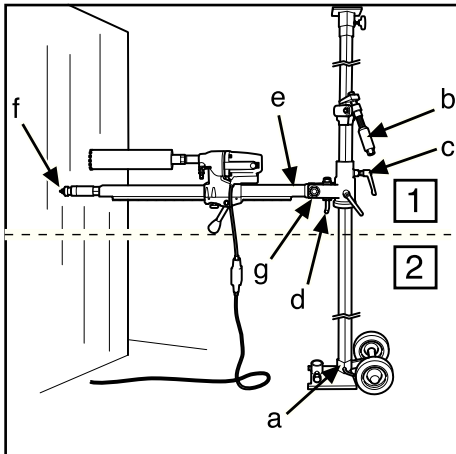
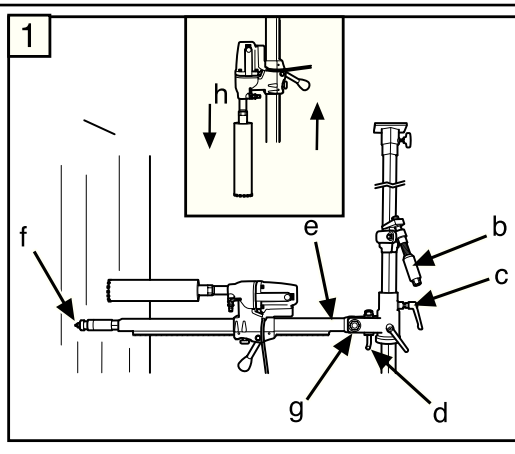

Рис.3
Рис.4
2. Разместите опорную плиту у стены на расстоянии длины сверлильной колонки, винт штатива должен быть ввинчен. Для бурения на высоте до 1.5 м внешняя труба опорной колонки должна быть снизу, а для бурения выше 1.5 м от пола опорную колонку переверните. Убедитесь, что опорная колонка зажата в опорной плите зажимным болтом (A) (рис. 3, 5).
3. Разожмите опорную колонку в потолок, выбрав для зажима ближайшее отверстие во внутренней трубе. Зафиксируйте положение, вращая рукоятку (B) и винт в торце ключом на 24 мм. Не зажимайте слишком сильно.
4. Ослабьте зажим (C) и поверните сверлильную колонку. Отпустите ручку (D) и наклоните колонку
5. Установите мотор (DMS160) на сверлильную колонку (Рис. 4) (H).
6. Установите сверлильную колонку с мотором в желаемое положение к стене. Зафиксируйте ее рукояткой (C) (Рис. 3,4)
7. Поднимите сверлильную колонку и закрепите ее ручкой (D) и гайкой (G) (рис. 3, 4). Если угол бурения не кратен 90°, отпустите ручку (D), установите сверлильную колонку на заданный угол и затяните гайку (G) ключом на 30 мм (Рис. 3, 4).
- Сверлильная колонка может быть повернута на 360° и зафиксирована в любом положении шестигранным ключом на 8 мм (E) (рис. 3, 4).
1. Соберите стенд согласно инструкции. Сложите сверлильную колонку так, чтобы упор колонки (F) (Рис. 10) вошел во втулку (A) (Рис. 11). Затяните контргайку (G) ключом на 30 мм (Рис. 4) и зафиксируйте ручку (C) (Рис. 4).